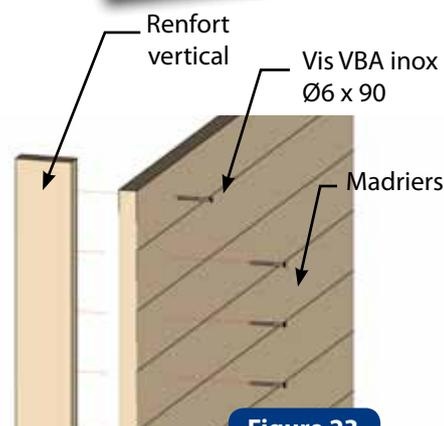

Figure 23
- Terminez l'assemblage des renforts en mettant 1 vis par madrier (figure 23) et corrigez les éventuels gauchissements du bois (des madriers). Vérifiez systématiquement que le sommet du renfort s'aligne bien avec le haut du madrier.